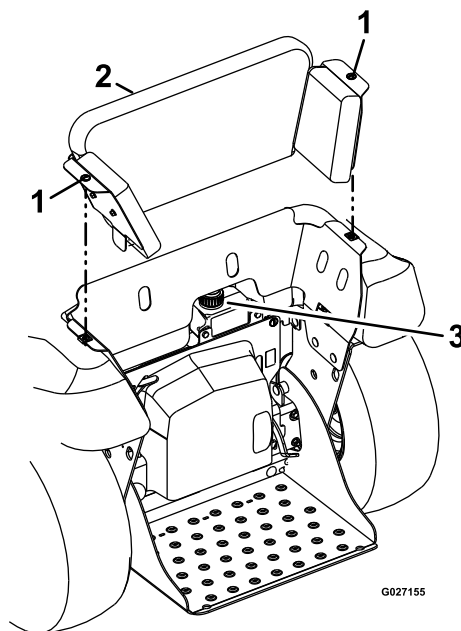

Figura 90
2. Gire en sentido antihorario las 2 fijaciones que sujetan el apoyo de las rodillas al chasis de la máquina (Figura 90).
3. Tire del apoyo de las rodillas hacia arriba y hacia atrás para retirarlo de la máquina (Figura 90).
4. Limpie la zona alrededor del depósito de expansión del fluido y retire el tapón (Figura 90).
7. Instale el tapón en el depósito de expansión y apriete el tapón hasta que quede firme (Figura 90).